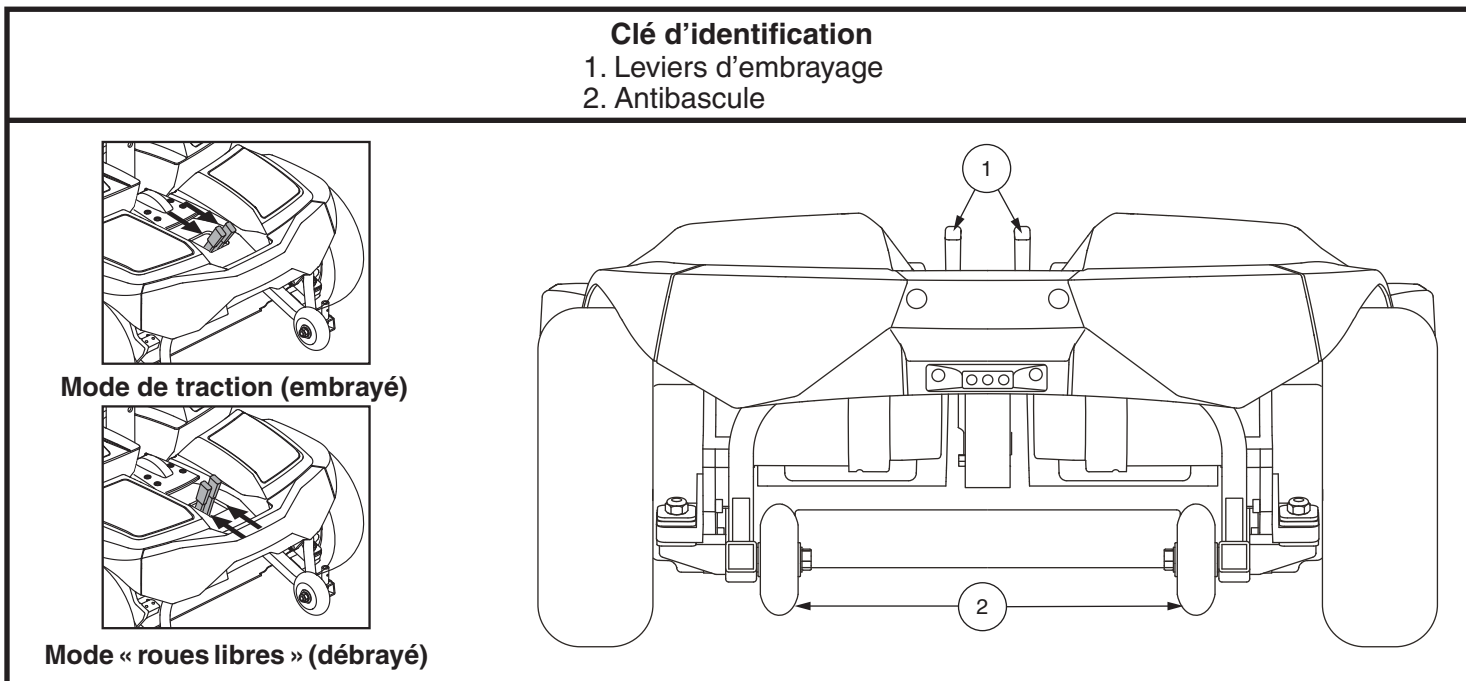

Figure 3. Arrière de la base motorisée
1. Trouvez les leviers sur la section arrière de la base motorisée. **Voir la figure 3.**
Les roulettes antibascule font partie intégrante du fauteuil et sont une composante de sécurité importante de votre Go-Chair. Elles sont boulonnées à la partie arrière de la structure du fauteuil. **Voir la figure 3.**
2. Assurez-vous que le fauteuil motorisé est en mode de fonctionnement. **Voir la figure 3.**